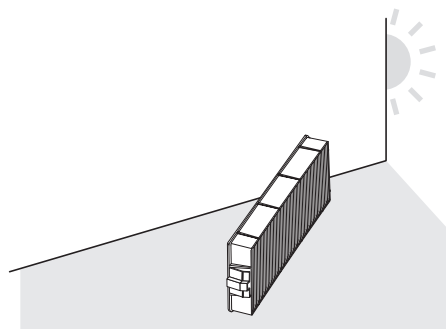

Fig. 2
2) Séchez le filtre à air. (Fig. 2)